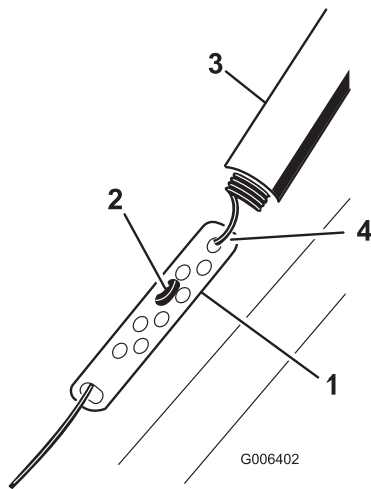

Bild 10
1. Schieben Sie die Federabdeckung nach oben und haken Sie die Feder aus dem Einstellglied aus (Bild 10).
2. Setzen Sie die Z-Befestigung in ein höheres oder niedrigeres Loch, um den Abstand von 2 bis 3 mm zwischen dem Schaltbügel und dem Griff zu erhalten (Bild 10).